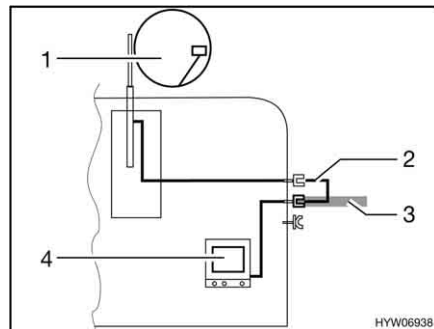

Bild 170 TV im Fahrzeug
- TV im Fahrzeug (Bild 170,4): Anschluss an Dachantenne (Bild 170,1) mit Verbindungskabel (Bild 170,2)
- TV im Fahrzeug (Bild 170,4): Anschluss an externe Antenne (Bild 170,3)